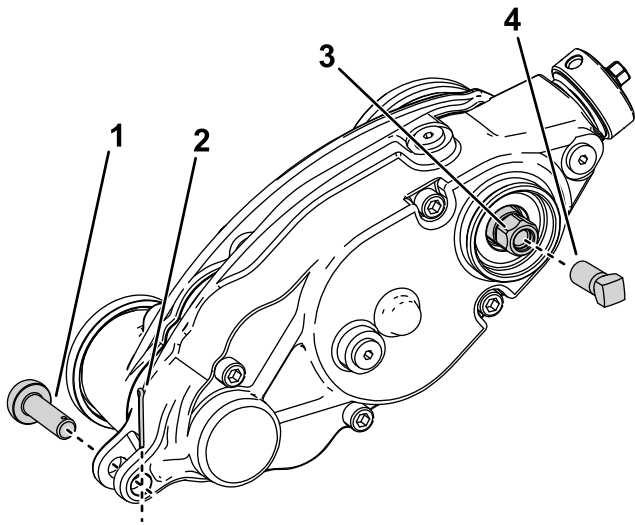

Bild 25
3. Entfernen Sie den Einstellstift und den Splint, mit welchen der Groomerantrieb an den Einstellarmen befestigt ist (Bild 25).
5. Drehen Sie die Verstärkungsschraube (Artikelnr. 1-803022 – separat erhältlich) in das Innengewinde der Sechskantkopfschraube des Groomerantriebs und ziehen Sie sie bis auf 13,5 Nm fest, wie in Bild 25 dargestellt.
6. Entfernen Sie den Groomerantrieb von der Schnittspindel, indem Sie die Sechskantkopfschraube des Groomerantriebs drehen (Bild 25).